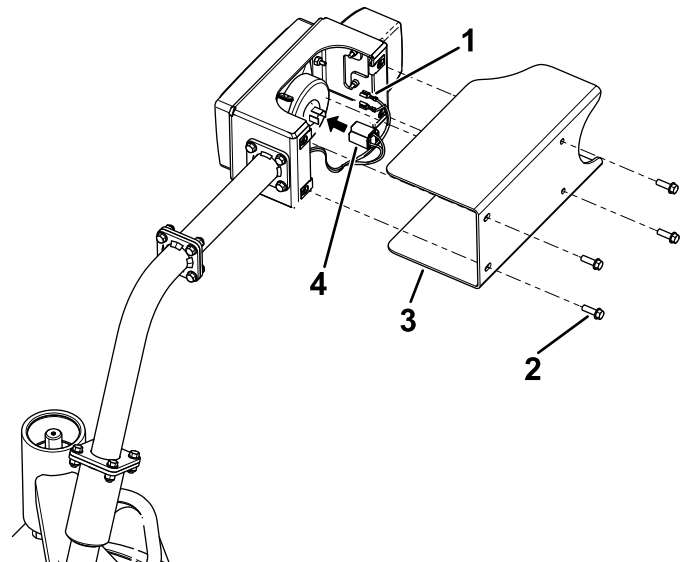

Figura 11
1. Rimuovete i carter dai fari (Figura 11).
4. Collegate i connettori elettrici dei fari (Figura 11).
5. Montate i carter sui fari (Figura 11).